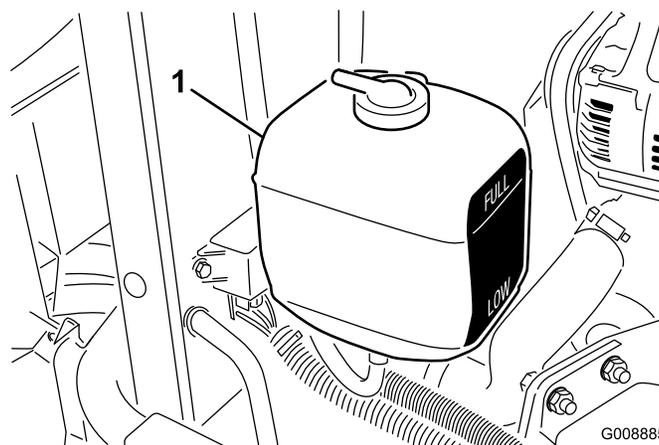

Figure 21
1. Vérifiez le niveau du liquide de refroidissement dans le vase d'expansion (Figure 21). Quand le moteur est froid, le niveau du liquide de refroidissement doit se situer à peu près entre les deux repères qui figurent sur le côté du réservoir.